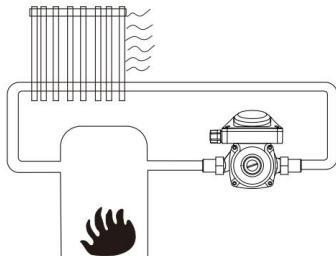

Figure 3
3. Drücken Sie den Schalter nach unten und stellen Sie ihn auf die Position '' (siehe Abbildung 3).